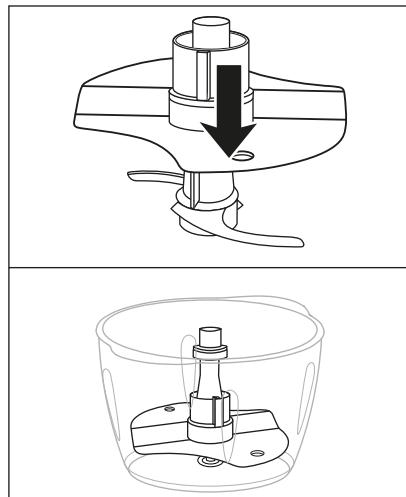

Fig. 1
- 1) Sæt skålen ⑨ på den skridsikre ring ⑪.
- 2) Sæt emulgeringsskiven ⑫ på knivholderen ⑦:
- For at piske 200 - 400 ml fløde skal du sætte emulgeringsskiven ⑫ på knivholderen ⑦, så emulgeringsskiven ⑫ sidder på begge dele af kniven ⑧ og klikker fast (fig.1):